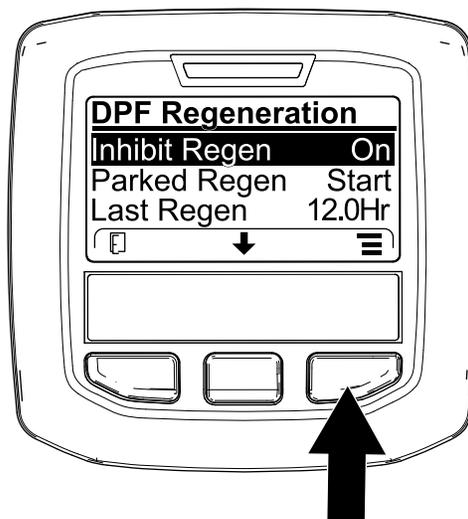
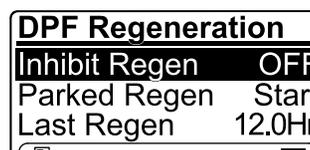

Рисунок 43
Рисунок 44
1. Перейдите в меню DPF Regeneration (Регенерация DPF), нажмите среднюю кнопку, чтобы перейти вниз к опции Inhibit Regen (ЗАПРЕТ РЕГЕНЕРАЦИИ), и нажмите правую кнопку, чтобы выбрать опцию Inhibit Regen (Запрет регенерации) (Рисунок 43).
2. Нажмите правую кнопку, чтобы изменить настройку запрета регенерации с On (Вкл.) на Off (Выкл.) (Рисунок 43) или с Off (Выкл.) на On (Вкл.) (Рисунок 44).